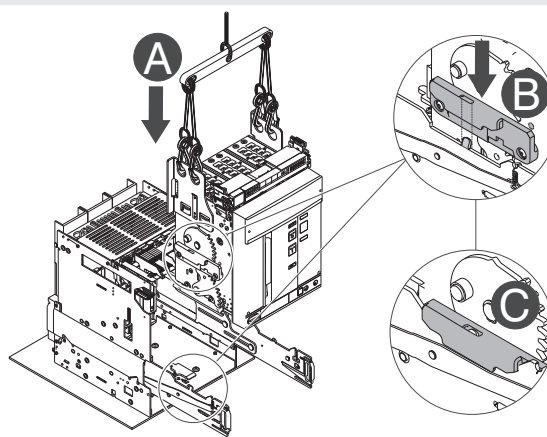

Figura 39
4. Posizionare la parte mobile sopra le guide della parte fissa. Agganciarla inserendo la cava della fiancata nel gancio della guida della parte fissa. Vedi Figura 39.